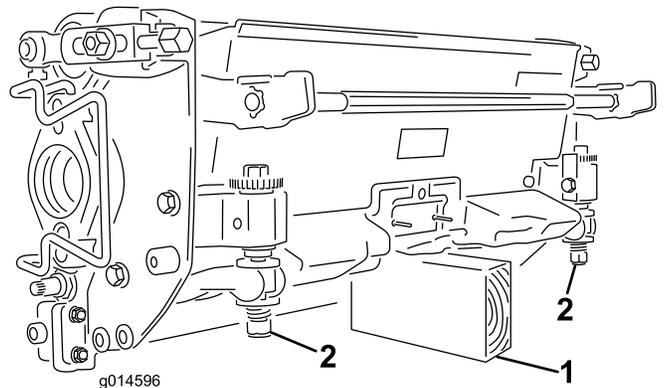

图9
**重要事项:** 当必须翻转滚刀组露出底刀/滚刀时，应支撑住滚刀组的后部，确保底刀架调整螺丝后端的螺母不会接触工作表面 (图9)。